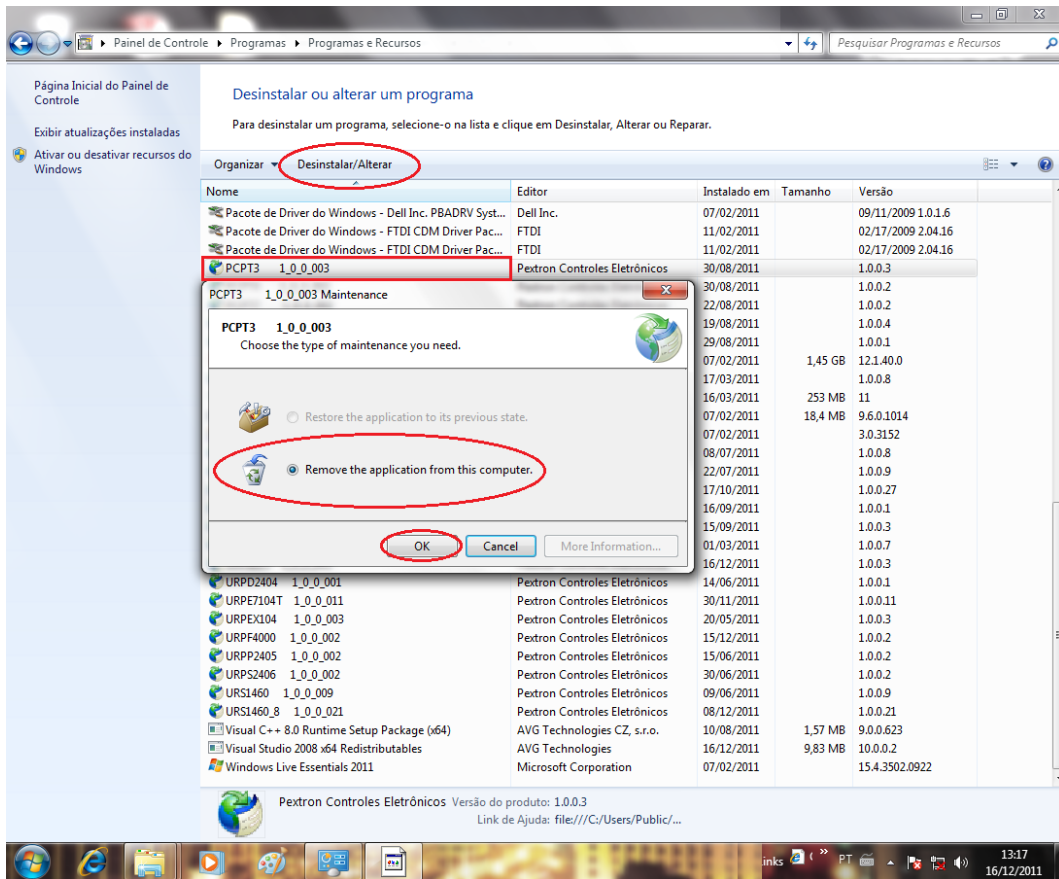

Figura 1: Desinstalação do programa
- ✓ clique em “**Desinstalar ou alterar um programa**” conforme mostra a figura 1;